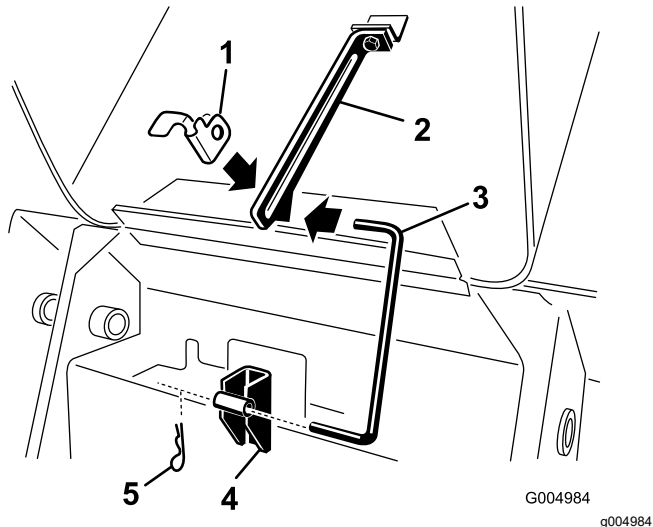

図 41
4. フードの支え棒の下端に付いているコッターピンを抜き取り、支え棒を保持ブラケットとロッドタブから外す 図 41。
8. 保持ブラケットとタブに支え棒を取り付け、ヘアピンコッターで固定する 図 41。